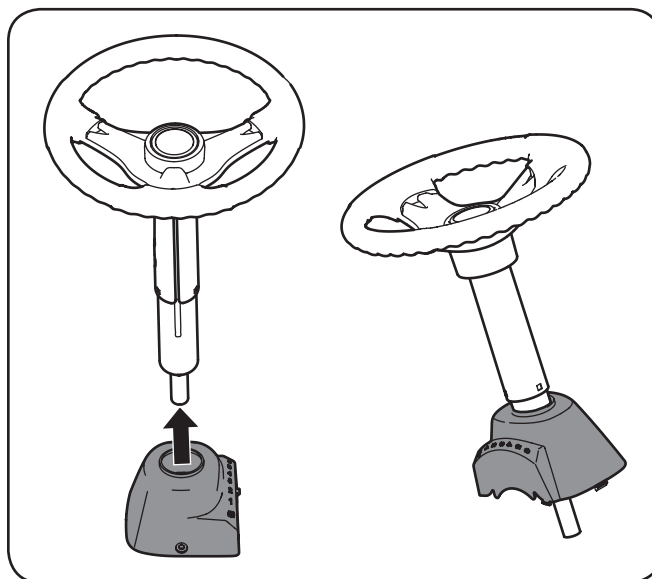

Figure 3-1
1. Faites glisser le capuchon sur la colonne de direction de façon à ce qu'il soit placé comme indiqué dans la Figure 3-1.